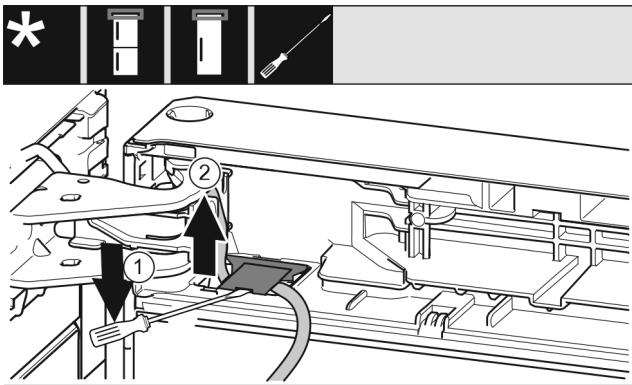

Fig. 11
- ▶ Ngrini lart kapakun mbulues me një kaçavidë dhe tërhiqeni jashtë. Fig. 11 (1)
- ▶ Tërhiqni kabllon jashtë. Fig. 11 (2)